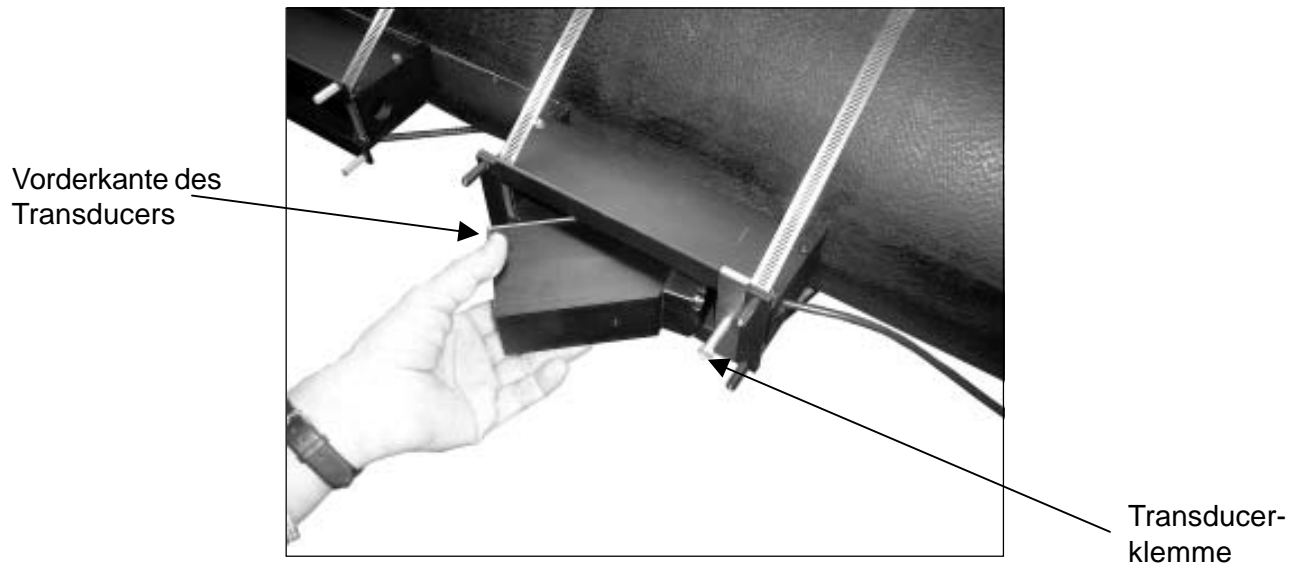

Abbildung 7
- Den Transducer mit der Rückseite zuerst montieren und auf das Rohr aufsetzen (Abbildung 7). Die Vorderseite des Transducers bis zum Kontakt mit der Montageschiene heranführen und mit der Klemme festziehen.